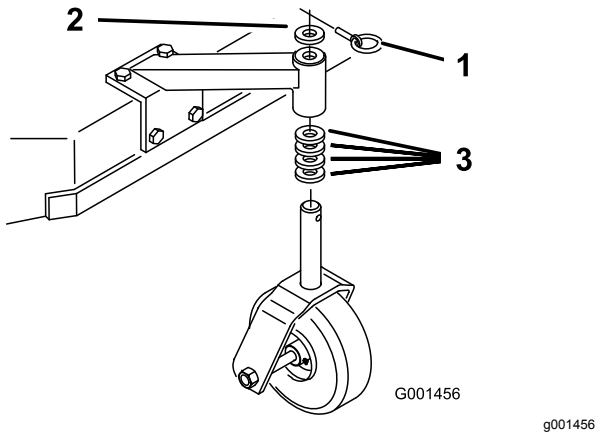

Figura 14
1. Usando la Tabla de alturas de corte \(página 21\), ajuste los espaciadores de las ruedas giratorias según el taladro de eje seleccionado (Figura 14).
2. Retire el pasador, retire la rueda giratoria del soporte y cambie los espaciadores (Figura 14).
3. Instale la rueda giratoria en el soporte e introduzca el pasador (Figura 14).